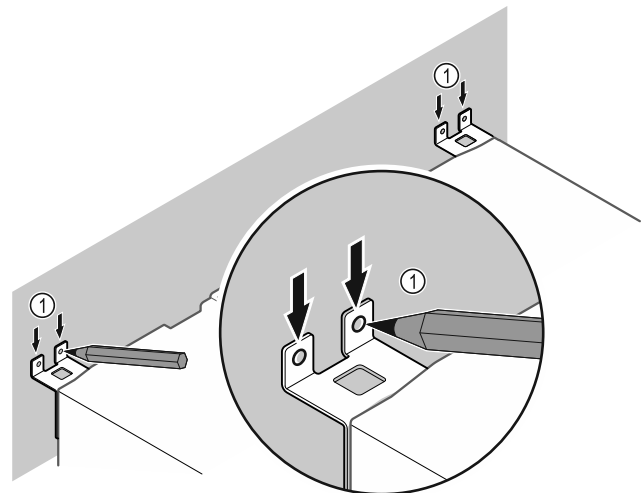

Fig. 12
- ▶ Padarykite ant sienos žymas Fig. 12 (1).